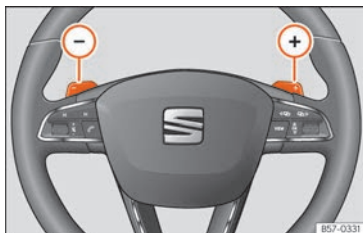

Fig. 221 Volante: palancas para cambio automático.
- Pulse la leva de cambio para insertar una marcha superior **>>> fig. 221**.